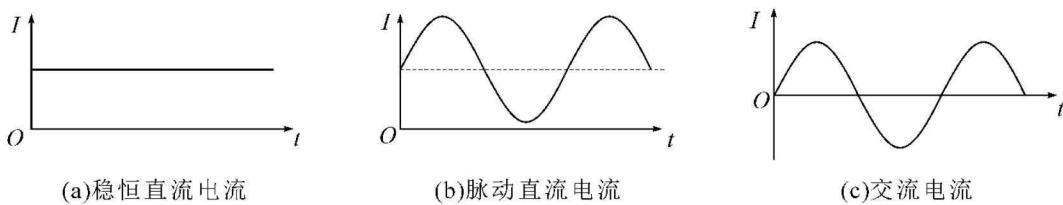

图 1-6 交直流电波形图
(1) 在金属导体内部的导电粒子是自由电子，自由电子定向移动的方向与正电荷的移动方向是相反的，即与电流的方向相反；电解液中导电粒子是正负离子，正离子定向移动的方向与电流一致，负离子定向移动的方向与电流方向相反。由此可见，带正电的电荷微粒定向移动的方向与电流方向一致，带负电荷的微粒定向移动的方向与电流方向相反。
(2) 如图 1-6(a)、(b) 所示，直流电是指方向不发生变化的电流，直流电又可分为稳恒直流电与脉动直流电。
(3) 如图 1-6(c) 所示，交流电是指方向随时间改变的电流。